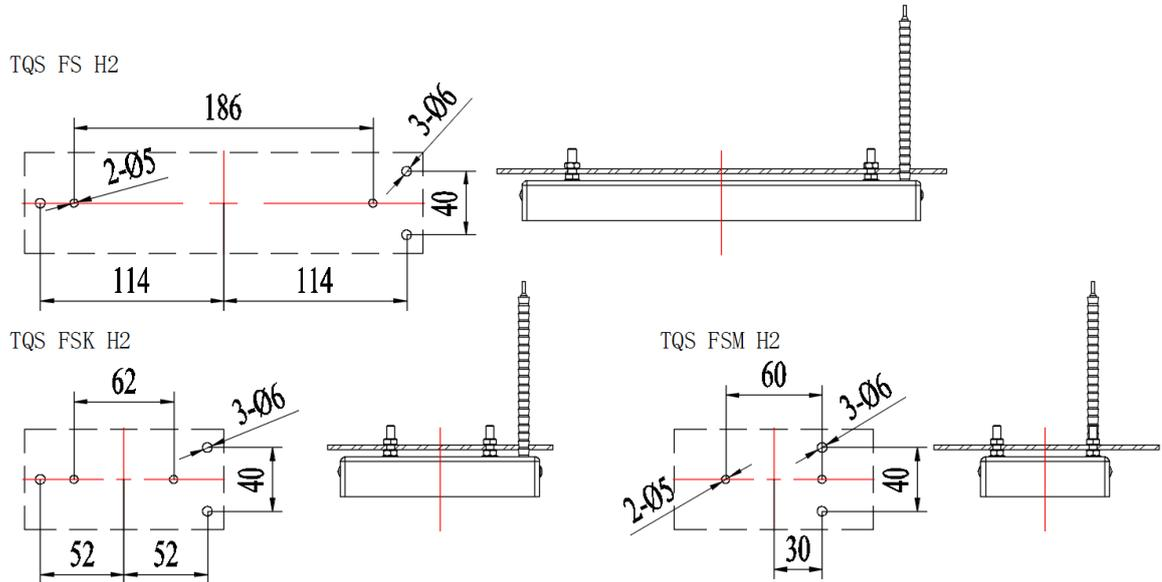

图3. H2（双螺栓安装）开孔图及安装示意图
- 在不锈钢板上开圆孔作为辐射器的安装孔和出线孔，尺寸如图3。